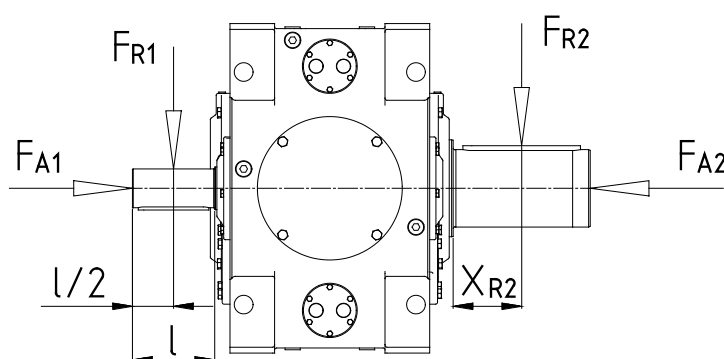

Рисунок 18: Допустимое приложение сил к входному и выходному валу
- Для входных валов со свободным концом (вариант W) предполагается, что максимально допустимая поперечная сила  $F_{R1}$  приходится на центр свободной шейки вала (Рисунок 18).
- Для выходных валов прилагаемая поперечная сила  $F_{R2}$  не должна превышать величину  $x_{R2}$  (Рисунок 18).
- Если на заводской табличке указано поперечное усилие  $F_{R2}$  выходного вала, но нет информации о величине  $x_{R2}$ , предполагается, что сила прилагается в центре шейки вала (Рисунок 18).